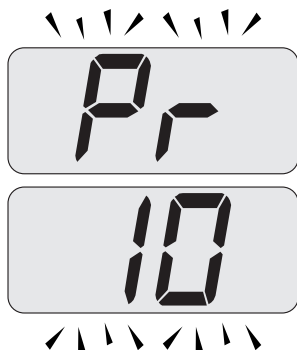

Figura 5.60
- Scorrere i vari parametri utilizzando i tasti 16 o 17 fino a far apparire sul display LCD le lettere **Pr** che si alternano con il codice **10**, indicanti l'entrata nel "parametro 10" (Figura 5.60).
- Premendo contemporaneamente i tasti 15 e 16 (Figura 5.58) si esce senza modificare il valore (ritorno alla lista parametri Figura 5.60)